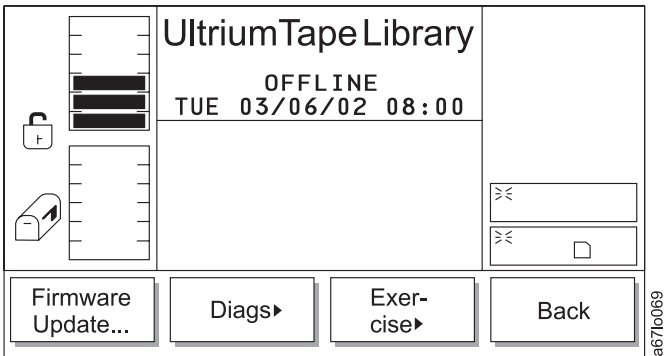

Abbildung 163. Kassettenarchivuntermenü
- Wird **Library** ausgewählt, erscheint das Kassettenarchivuntermenü (siehe Abb. 163 auf Seite 177).
Tabelle 112. Übersetzung von Abb. 163, Kassettenarchivuntermenü
- Wird **Cancel** ausgewählt, erscheint das Kassettenarchivuntermenü (siehe Abb. 163 auf Seite 177).
- Wird **Back** ausgewählt, erscheint das Kassettenarchivuntermenü (siehe Abb. 163 auf Seite 177).